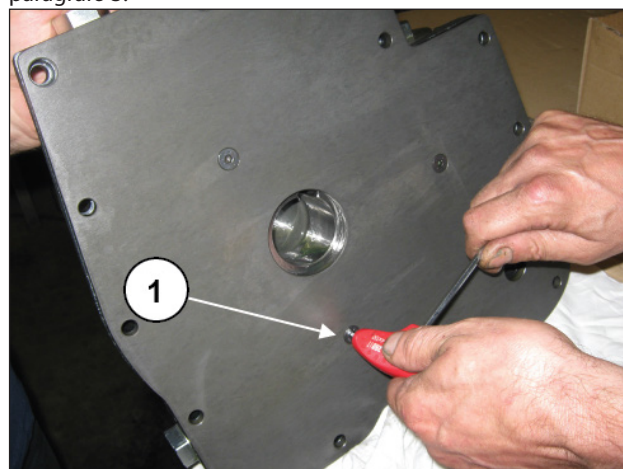

Fig. 154
Monte a placa traseira do corpo da bomba de óleo, apertando os três parafusos M6 (pos. ①, Fig. 154) com chave dinamométrica com torque de aperto indicado no parágrafo 3.